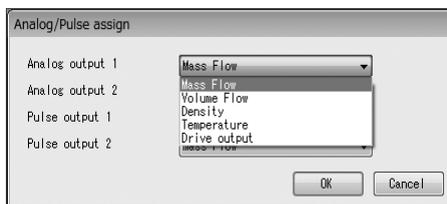
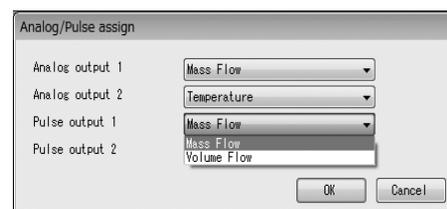

図35
図36
- ③ それぞれの項目の割付けを設定します。図35、図36のように、各欄の右側の矢印をクリックしてドロップダウンリストの中から選択してください。